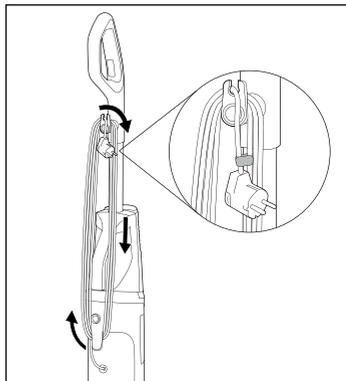

Fig. 44
- ◆ Avvolgere completamente il cavo di alimentazione ❶ intorno ai portacavo superiore e inferiore ❶/❷ (vedere fig. 44).